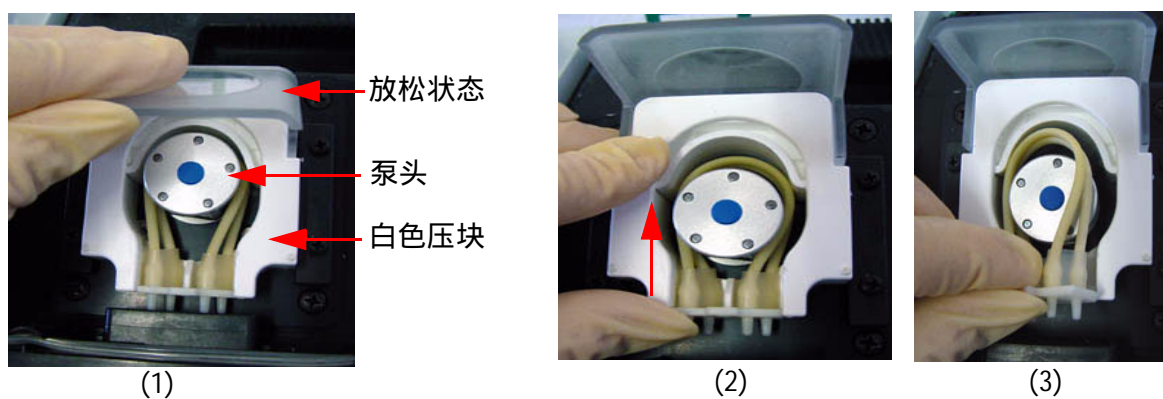

Fig. 36
- 打开蠕动泵透明塑料盖（放松状态（见图36/1））。
- 向上推白色压块（白色塑料部件）（见图36/2）。
- 移去整个泵管（座和管子）（见图36/3）。